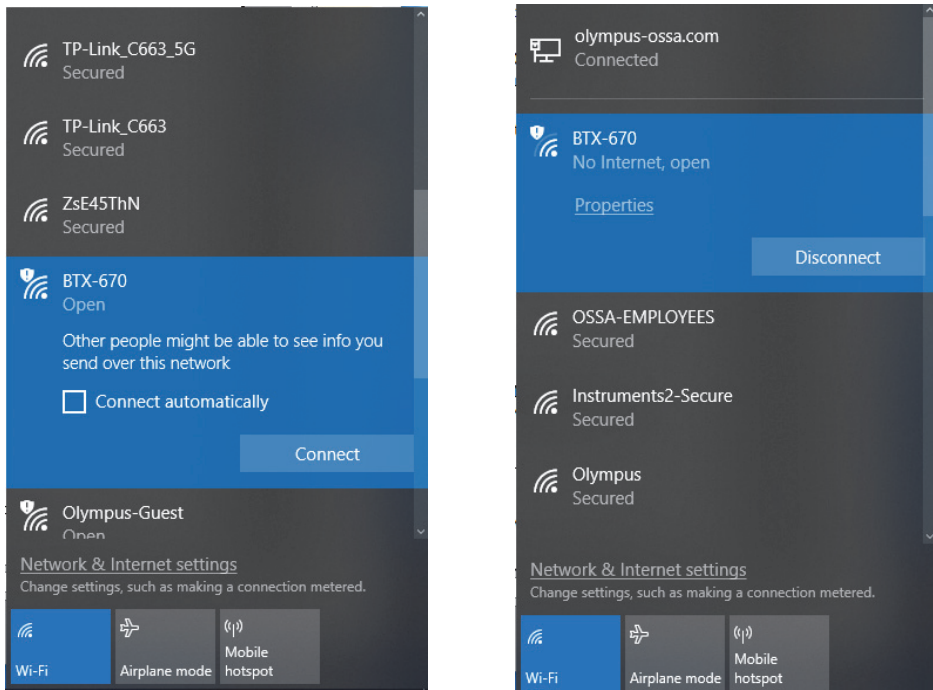

Figura 4-8 Rede BTX III selecionada (esquerda) e conectada (direita)
2. Conecte seu PC ao BTX III (veja Figura 4-8 na página 57).